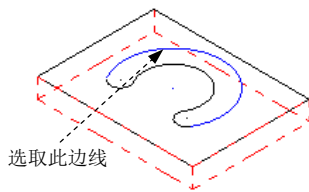
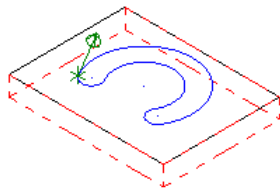
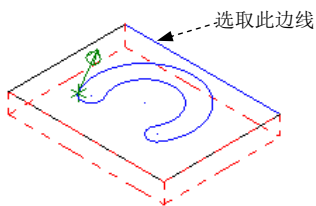
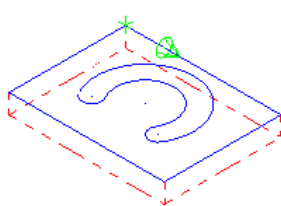

图 9.3.28 选取区域
图 9.3.29 定义加工区域
图 9.3.30 选取加工区域
图 9.3.31 定义区域
Step2. 设置加工区域。在图形区中选择图 9.3.28 所示的边线，系统自动选择图 9.3.29 所示的边链 1；在图形区中选择图 9.3.30 所示的边线，系统自动选择图 9.3.31 所示的边链 2，单击 **✓** 按钮，完成加工区域的设置，同时系统弹出“2D 刀具路径 - 2D 挖槽”对话框。